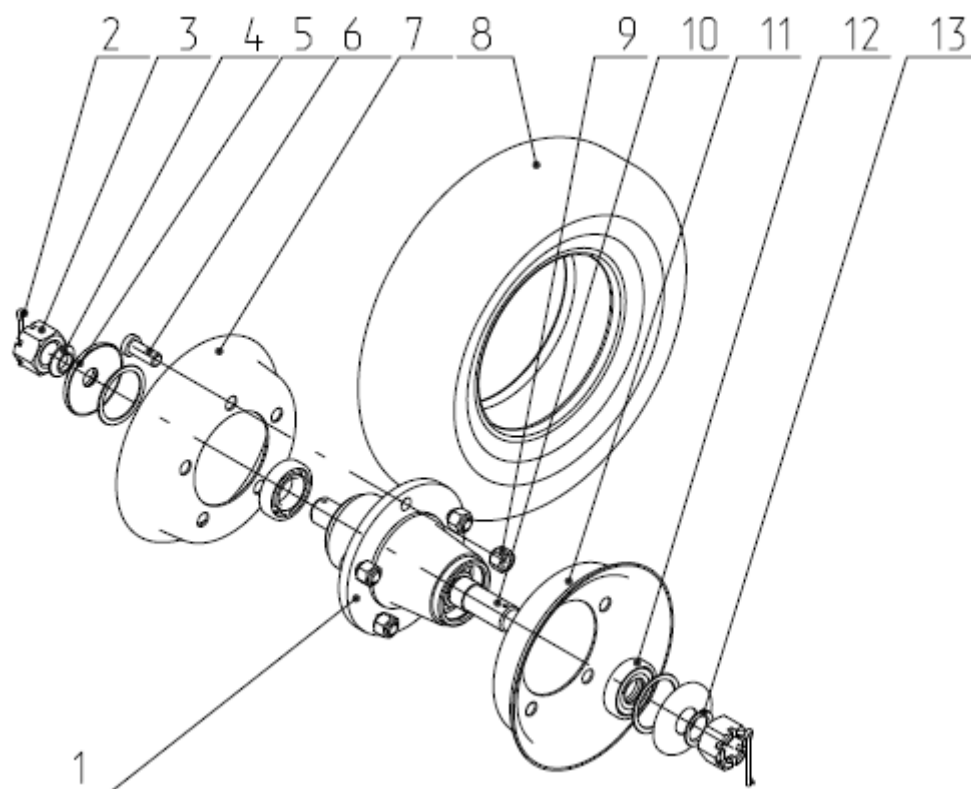

Рис.14. ЛДГ 03.040 Колесо в сборе.
2.31. Колеса опорные (Рис. 14) валом 10 вставлены в вилки и зафиксированы гайками 3 и шайбами 2.